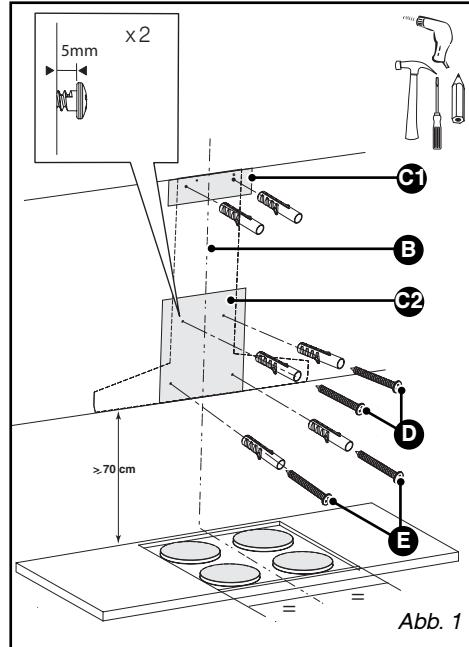

Abb. 1
- Die Schablone C2 (Abb. 1) an der Wand platzieren und den die Achse der Dunstabzugshaube darstellenden Strich auf den vertikalen Strich legen (Abb. 1), der vorher gezeichnet worden war.
- Die Schablone C1 (Abb. 1) gegen die Wand und im Anschlag gegen die Decke platzieren.
- Die beiden Schrauben oben an der Dunstabzugshaube einschrauben (D/Abb. 1) und sie 5 mm überstehen lassen.